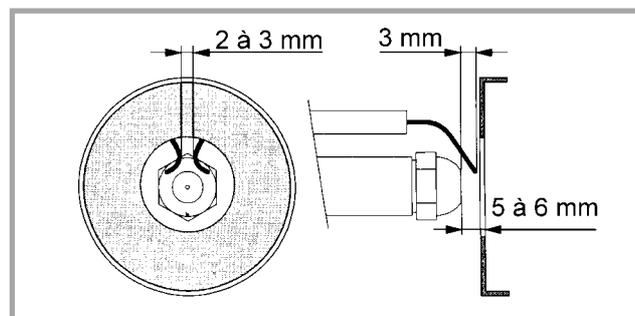

Figure 21 - Réglage des électrodes
Vérifier le centrage du gicleur (fig. 21) ; éviter de poser les doigts sur l'orifice du gicleur.
- Nettoyer avec précaution les électrodes et vérifier leur écartements (fig. 21, p. 15),